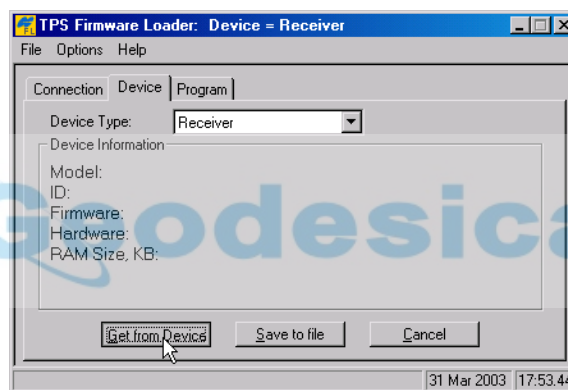

Figura 4-15. Selección del tipo de dispositivo
1. En el programa FLoader, haga clic en la pestaña *Instrumento* y seleccione el valor *Receptor* para el parámetro *Tipo Instrumento*. A continuación haga clic en **Conectar** para *Información Instrumento* (Figura 4-15).